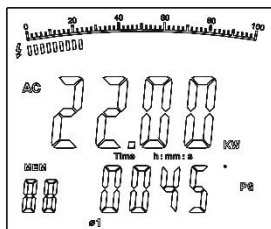

Рис. 7
1. Нажать кнопку **SEL**, чтобы выбрать первую фазу Ø1, см. рис. 7. На двухуровневом экране отображается активная мощность кВт и значение PG (угол фазы) первой фазы **1**.